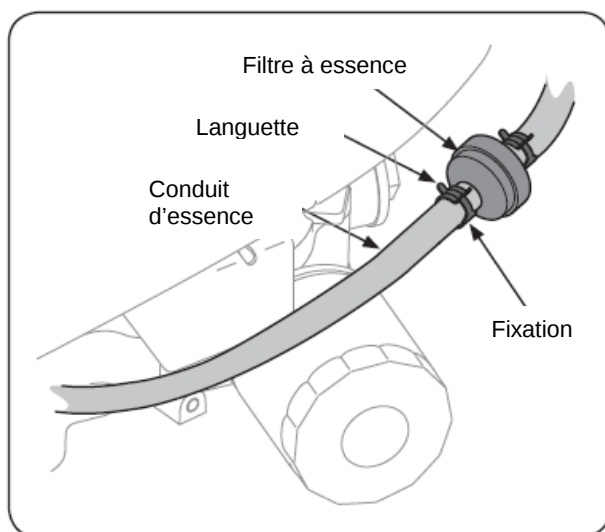

Figure 6-11
2. Utilisez des pinces pour serrer les languettes sur les fixations; puis, glissez les fixations loin du filtre à essence. Voir Fig. 6-11.